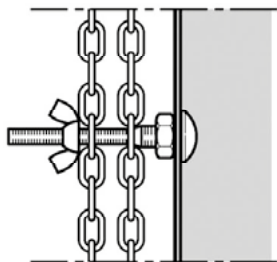

Рисунок 8
- Во избежание защемления цепи ручного управления при движении ворот, а также, чтобы не создавать помех движению людей и оборудования, нижняя часть цепи должна быть зафиксирована (рис. 8) на высоте $\sim 1,5$ м.